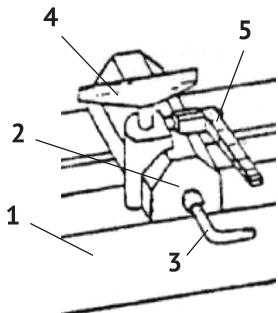

рис.2
3.1.4 Установка штатива и подручника (см рис.2):
- ослабить рычаг фиксации (рис.2 поз.3) штатива подручника (рис.2 поз.2) на станине (рис.2 поз.1);
- ослабить рукоятку фиксации (рис.2 поз.5) подручника (рис.2 поз.4);